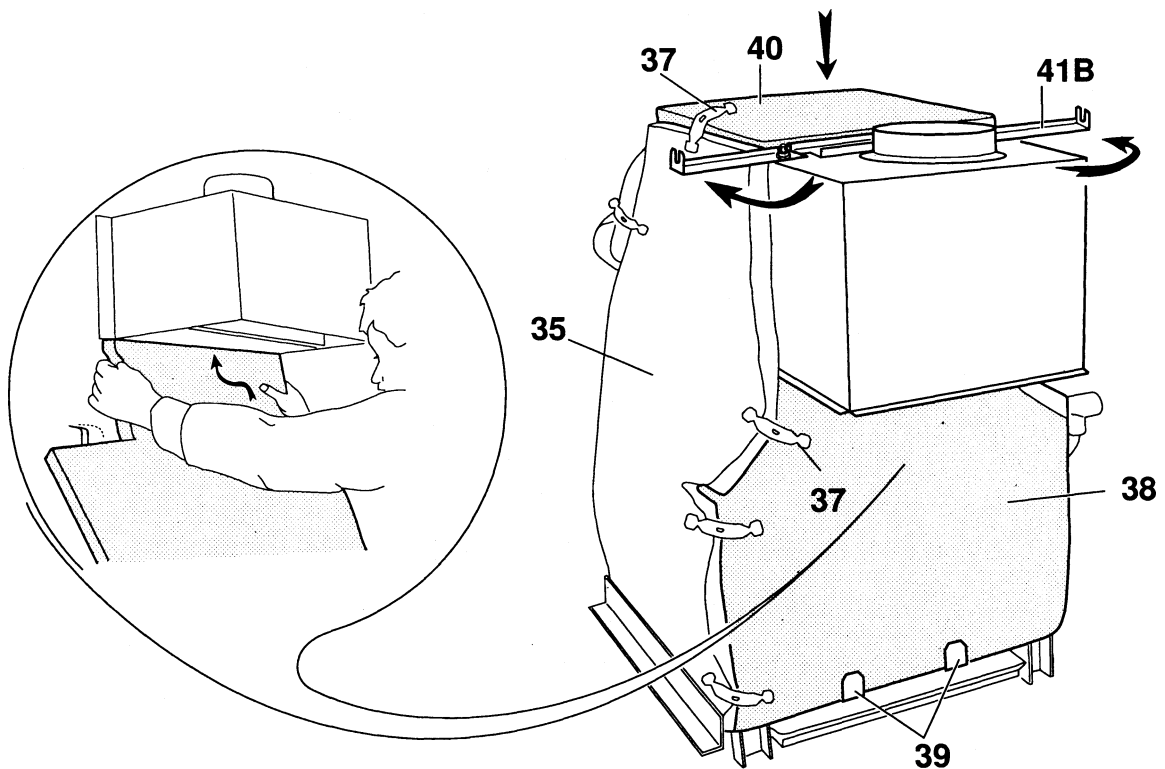

Рис. 23
- Отопительный котел из 11 - 18 секций (рис. 23)